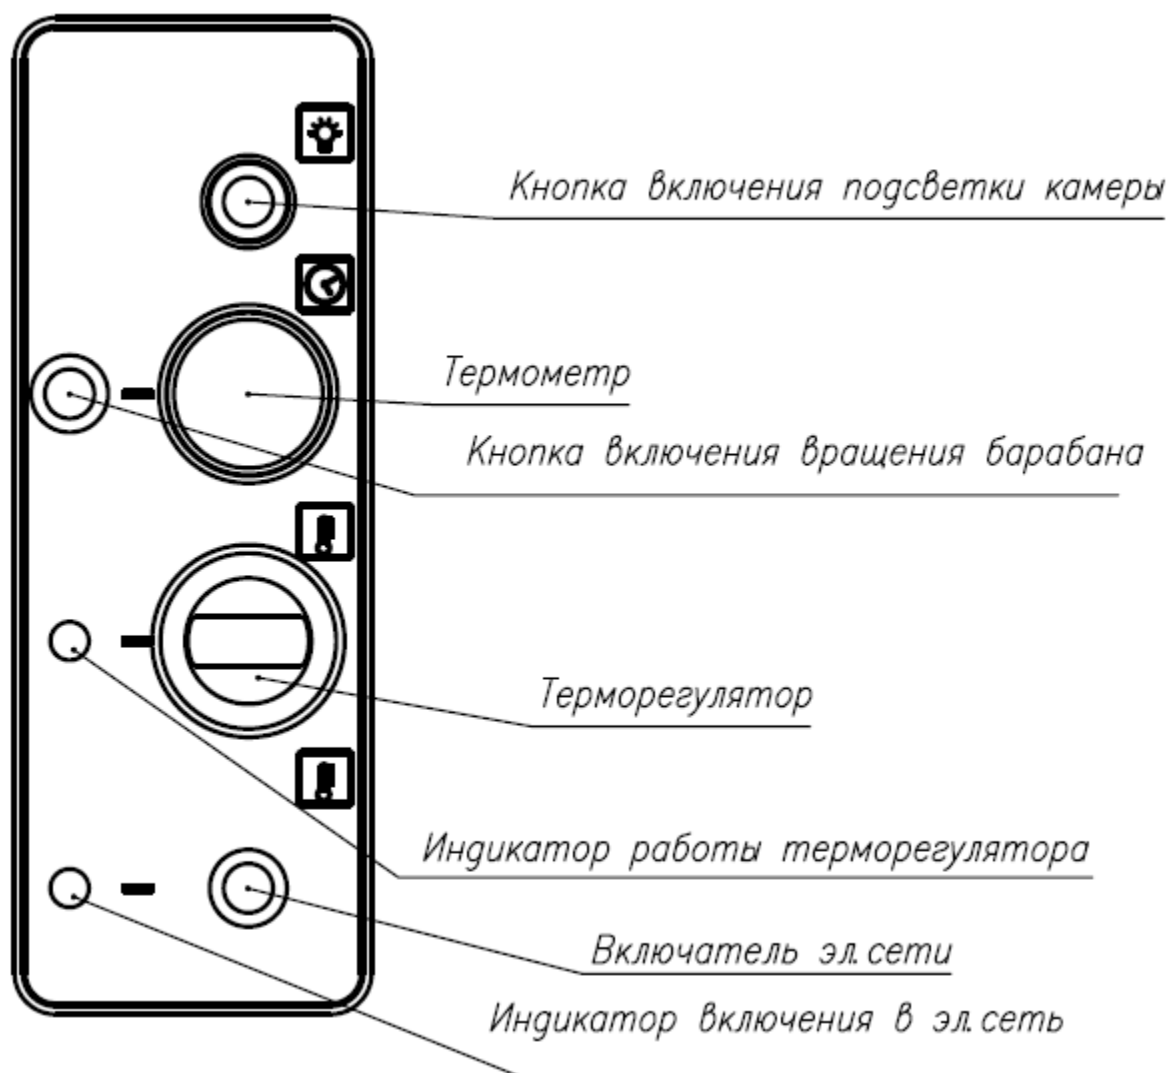

Рисунок 2
- 8.3. Нажать кнопку питания см. рис.2.
8.4. Включить освещение жарочной камеры гриля кнопкой, см. рис.2
8.6. Включить ТЭНы поворотом ручки терморегулятора по часовой стрелки до необходимой температуры рис.2. В процессе приготовления переключать необходимую температуру.
8.8. Включить вращение барабана при помощи кнопки на лицевой панели гриля слева рис.2.